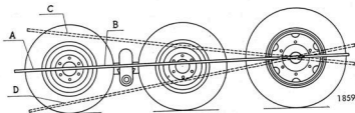

Fig. 38. Kontroll av ledarhjulets inställning.
4. Avstånden A, B, C och D enligt fig. 38 mätes mellan linjalen och ledarhjulets däckside.